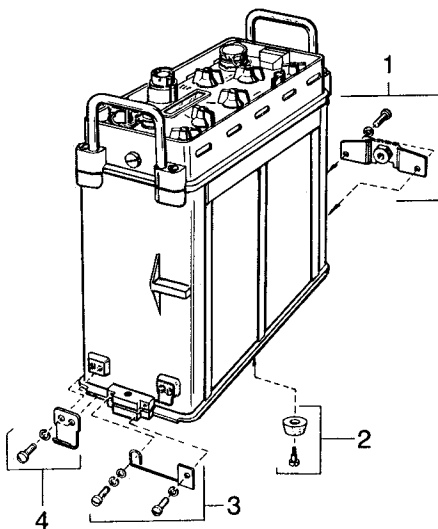

Bild 25 Wechseln der Teile am Gerätegehäuse
- Am Gerätegehäuse die schadhaften Teile gemäß Bild 25 wechseln.